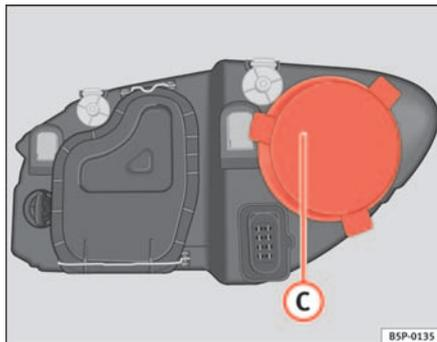

Fig. 177 Feux de route
- Retirez le cache ⇒ fig. 177 C en tirant dessus.